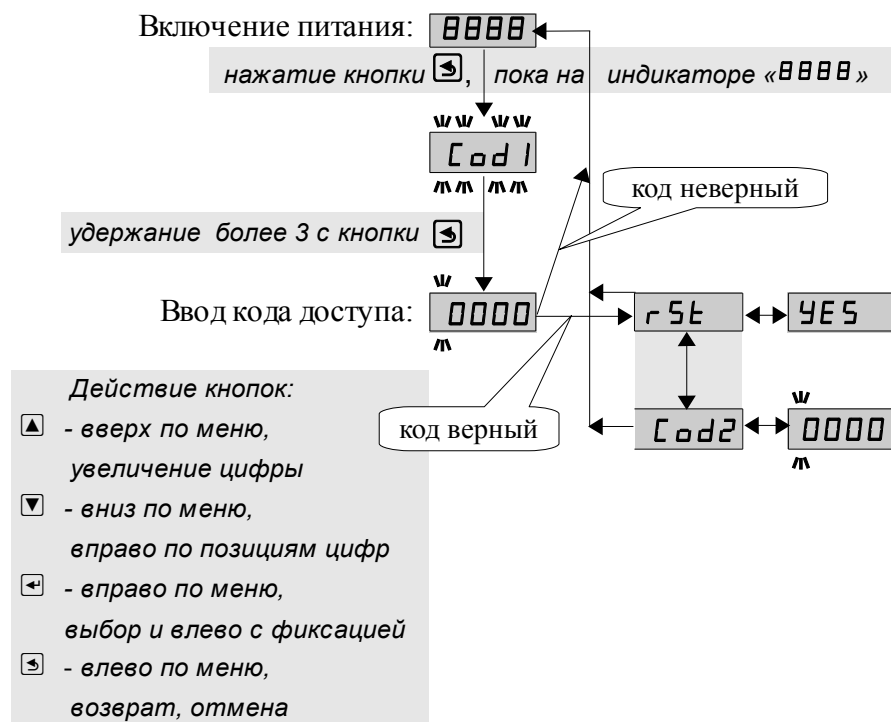

Рисунок 9 - Режим «Сервис»
**Рисунок 9** даёт наглядное представление алгоритма работы ЭКМ в режиме «Сервис».